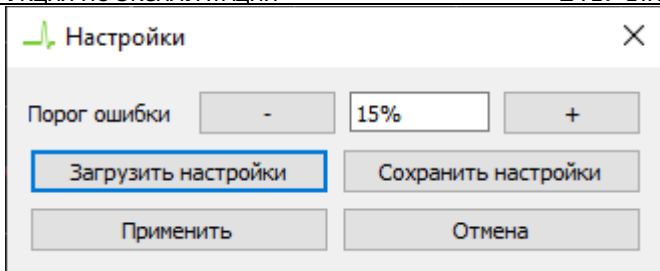

Рисунок 13. Настройка порога ошибки измерений
- Для выбора порога сравнения ВАХ перейдите во вкладку "Режим" -> "Настройки" (рисунок 13) и установите требуемое значение. Порог ошибки - значение, при котором измерение не будет считаться ошибочным.